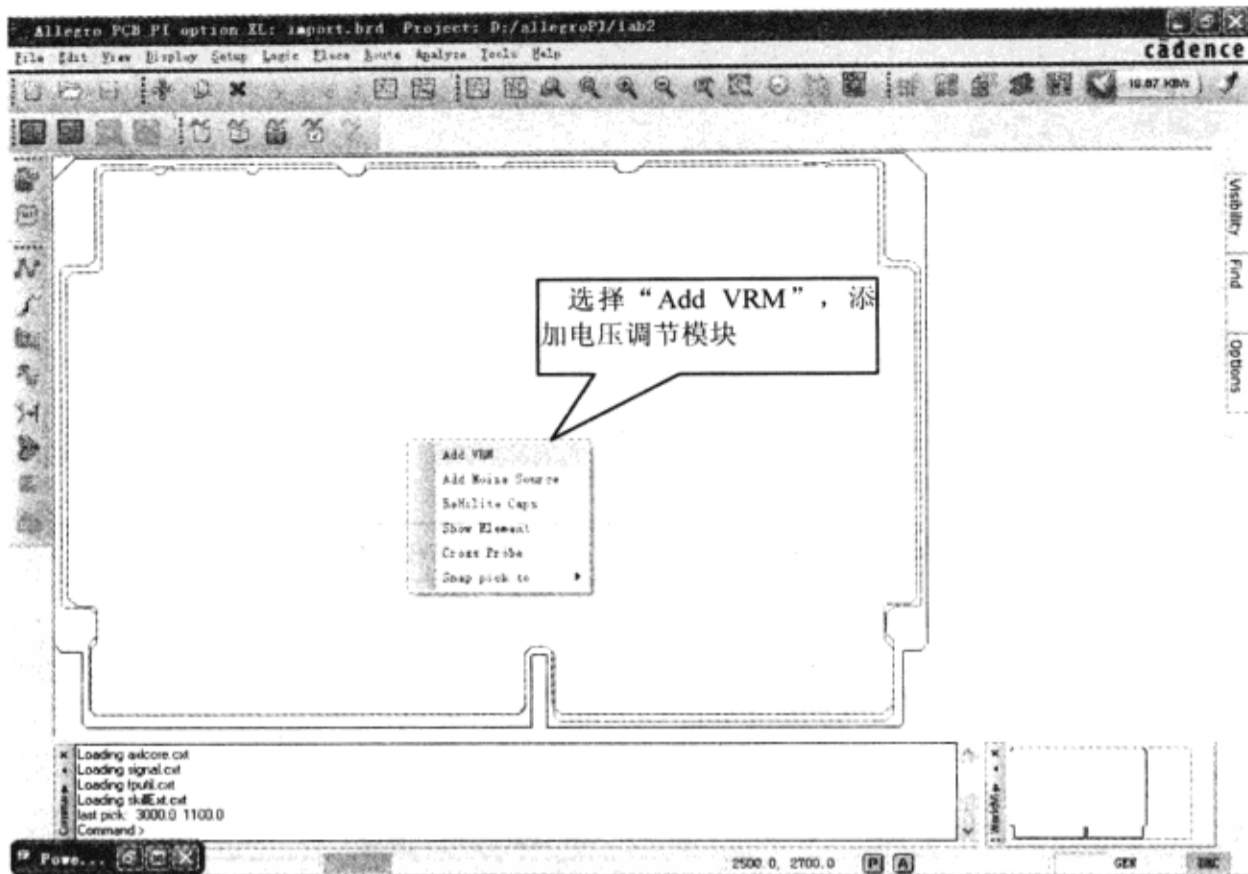

图 8-8-47 添加电压调节模块
(5) 在 Allegro PCB PI option XL 窗口中单击鼠标右键，在弹出菜单中选择“Add VRM”，这时会有一个代表电压调节模块的图标随光标移动，如图 8-8-47 所示。